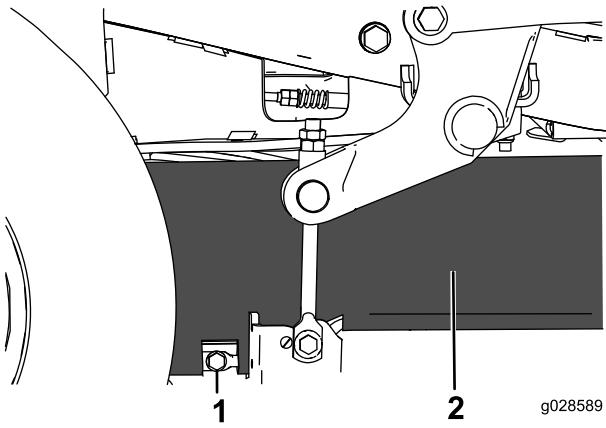

Figure 2
1. Desserrez et déposez le boulon inférieur du rideau de plateau de coupe pour débloquer le rideau (Figure 2). Conservez le boulon.